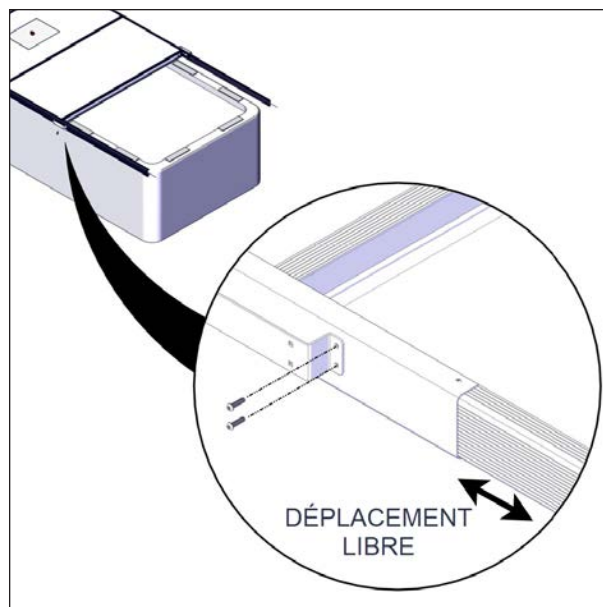

FIGURE 38: INSTALLATION DES VIS
15. Installer les autres vis à six pans creux 1/4-20 x 1 po sur le support de montage, voir Figure 38. NE PAS complètement serrer les vis maintenant. Le profilé en C (rallonge) doit pouvoir se déplacer librement dans les rainures.